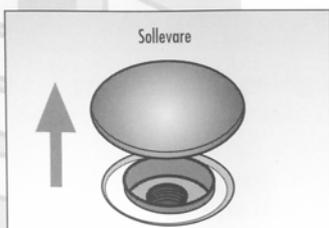

Fig. 3
- Aprire il tappo di riempimento (Fig. 3)